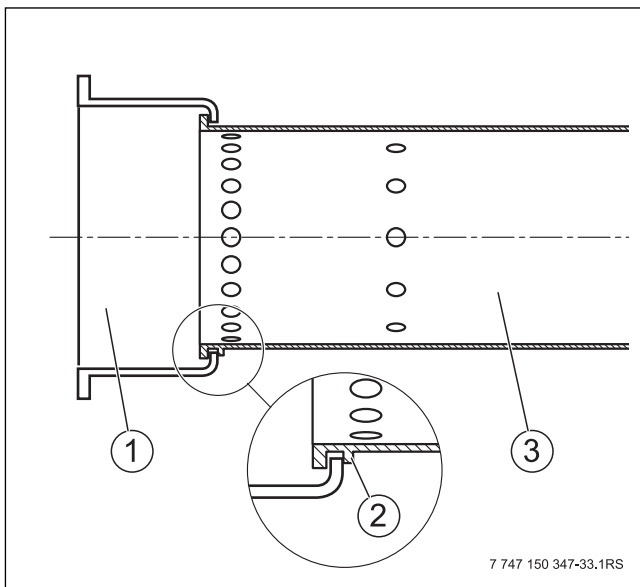

Bild 74 Brennerrohr einsetzen
- ▶ Brennerrohr einsetzen (→ Bild 74).